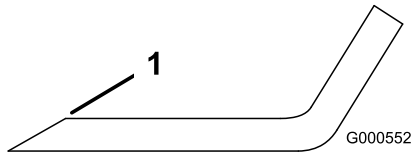

Bild 34
1. Schärfen Sie die Schnittkante an beiden Enden des Schnittmessers mit einer Feile (**Bild 34**).
Hinweis: Feilen Sie, wenn das Schnittmesser nicht ausgewuchtet ist, vom Flügelbereich des Messers etwas Metall ab (**Bild 34**).